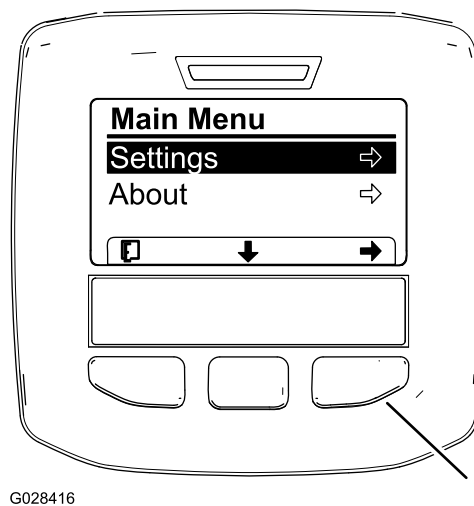

Figure 62
3. Appuyez sur le bouton de sélection central pour accéder au menu principal (Figure 62).
- Appuyez sur le bouton de sélection gauche pour sauvegarder votre ou vos choix, quitter le menu Réglages et retourner au menu principal (Figure 62).
9. Appuyez sur le bouton de sélection gauche pour quitter le menu Réglages et retourner au menu principal (Figure 62 et Figure 64).